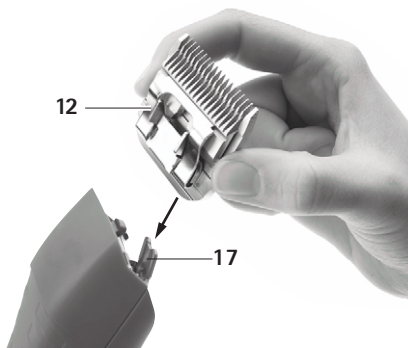

Fig. 2
- Sett klippehodet 12 på åpnet knivhengsel 17, gukla Fig. 2.
- Trykk klippehodet 12 lett i retning av klippemaskinen DURATI, gukla Fig. 2. Klippehodet 12 hektes hørbart på plass.